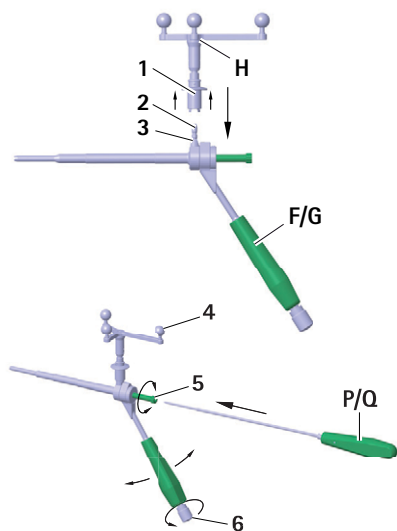

Fig. 2 Montaggio dell'unità a stella Aesculap nel calibro di foratura S⁴C FW664R/FW665R
- Per verificare che la videocamera abbia il campo libero sui marker a sfera riflettenti, allentare il pomello **6** sull'impugnatura S⁴C del calibro di foratura S⁴C **F/G** e ruotare l'unità a stella Aesculap **H** nella posizione desiderata, vedere Fig. 2.
- Per verificare che la videocamera abbia il campo libero sulle sfere di marker riflettenti, allentare il pomello 6 sull'impugnatura del calibro di foratura S⁴C F/G e ruotare l'unità a stella Aesculap H nella posizione desiderata, vedere Fig. 2.